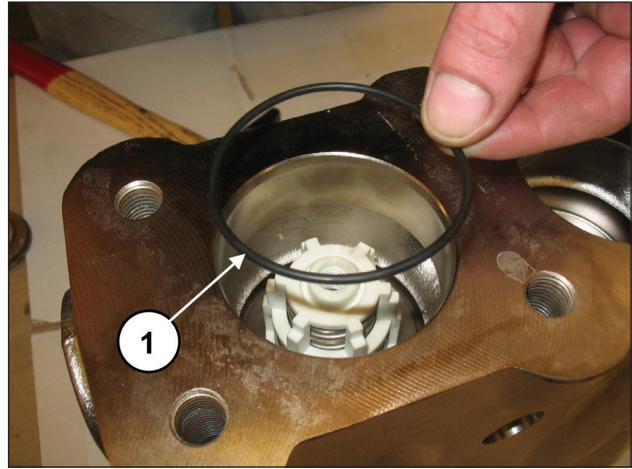

Fig. 100
Insira o anel circular, pos. de explosão nº. 17 (pos. ①, Fig. 100).